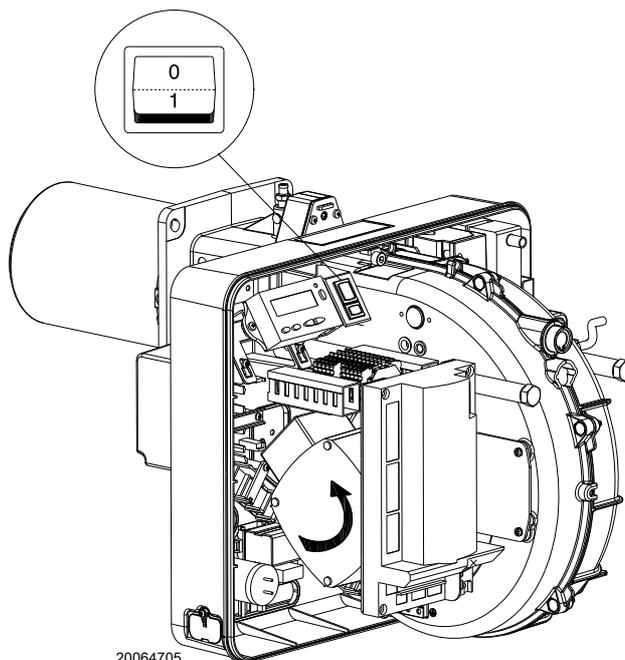

图 32
闭合温控器 / 压力开关，旋转开关图 32 至位置“1”。
燃烧器一旦启动，应到风机马达的冷却风扇前方检查确认其旋转方向为逆时针。见图 32。
- 将图 32 中的开关置于位置“0”，等待控制器运行“停机”程序；
燃烧器处于热需求等待模式，或选择器“0-1” (图 32, 页 32) 在位置“0”。